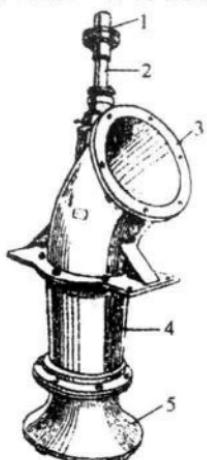

图 1-3 立式轴流泵
(1) 立式轴流泵。如图 1-3 所示，泵轴与水平面垂直，目前农业上使用的轴流泵，大多属于这种类型。
(2) 卧式轴流泵。泵轴与水平面平行。
(3) 斜式轴流泵。泵轴与水平面成一倾斜角度。